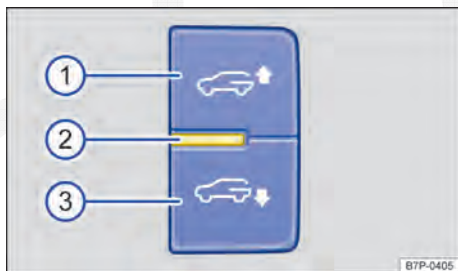

Fig. 178 No compartimento de bagagem à direita: botões de modos de carregamento.
e um sinal sonoro é emitido. O indicador *pisca* enquanto o botão ⇒ Fig. 178 ① ou ③ for pressionado e a traseira do veículo for rebaixada ou elevada.
- Com a luz de controle ⇒ Fig. 178 ② apagada, o modo de carregamento não está ativado ou há uma falha no sistema.